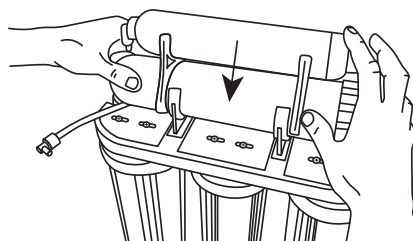

Рис. 21
5.8.7. Установите постфильтр на фиксирующие клипсы (Рис. 21).